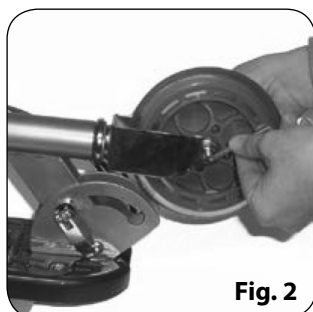

Fig. 2
3. Installare la ruota anteriore per mezzo degli attrezzi consegnati con il monopattino, avvitando il dado/la vite alla ruota anteriore. Vedi la Fig. 2